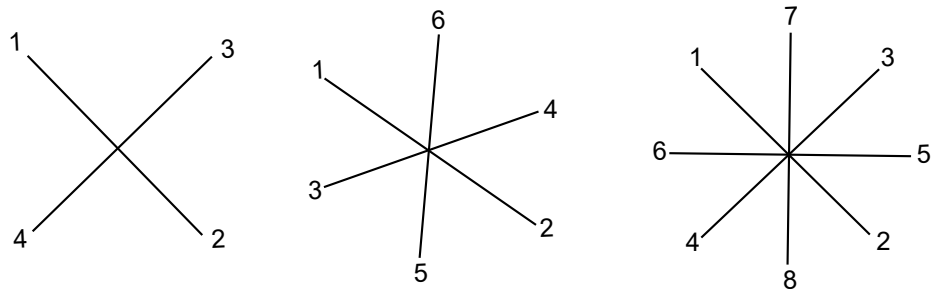

Abb. 23: Schrauben über Kreuz anziehen
11. **Membranventil mit Handrad:** Das Oberteil bleibt geöffnet. Sechskantschrauben 901.1 über Kreuz (⇒ Abb. 23) gemäß Anziehdrehmomenttabelle gleichmäßig anziehen. SISTO-C (⇒ Kapitel 7.3, Seite 36) / SISTO-B (⇒ Kapitel 7.4, Seite 36)
12. **Membranventil mit Antrieb (SF/OF/AZ):** Kolbenantrieb in Geschlossenstellung bringen. (⇒ Kapitel 7.2.3, Seite 33) Sechskantschrauben 901.1 über Kreuz (⇒ Abb. 23) gemäß Anziehdrehmomenttabelle gleichmäßig anziehen. SISTO-C (⇒ Kapitel 7.3, Seite 36) / SISTO-B (⇒ Kapitel 7.4, Seite 36)